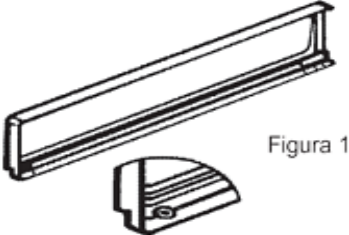

Figura 1
2. Retire el plástico protector y luego retire los tornillos que se encuentran en el borde inferior de la torre (Figura 1).